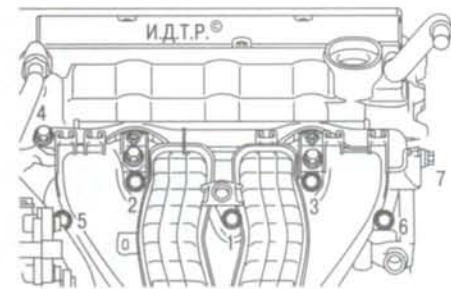

Рис. 5.17. Порядок затяжки болтов крепления впускного коллектора
- Установите впускной коллектор и все ранее снятые детали в обратном порядке, болты крепления впускного коллектора заворачивайте в порядке, показанном на рис. 5.17.